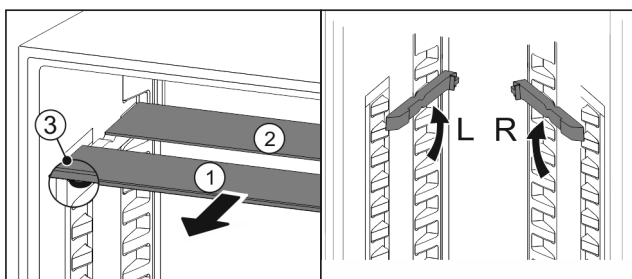

Fig. 146
- Sortir les tablettes par l'avant Fig. 146 (1).
- La tablette en verre Fig. 146 (1) avec bordure décorative est située à l'avant.
- Les butées Fig. 146 (3) sont orientées vers le bas.